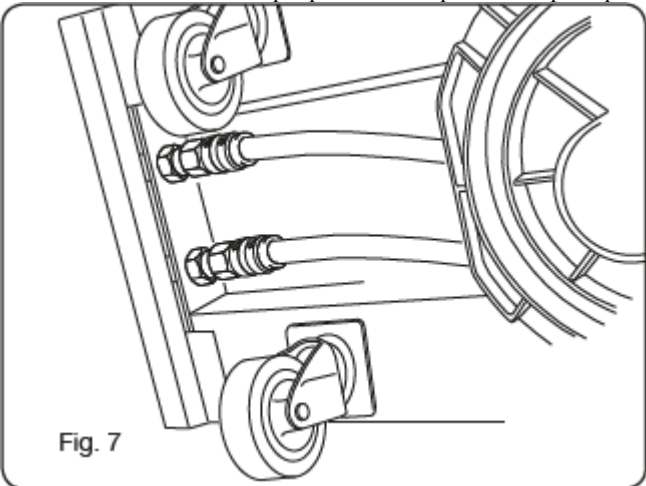

Fig. 7
- Шланги для охлаждающей жидкости должны быть подключены к клапанам быстрого соединения, расположенным ниже основания ролика механизма подачи проволоки (см. Рис. 7), в соответствии с цветной маркировкой на передней стороне ролика.